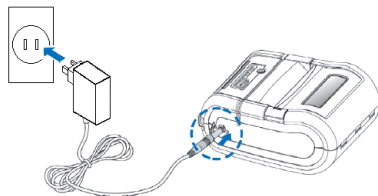

図11
- (1) プリンタの電源をOFFにしてください。
- (2) DCジャックの端子カバーを開けて、AC充電器のプラグをDCジャックに差し込んでください(図11参照)。
- (3) AC充電器をコンセントに差し込んでください。
- (4) AC充電器のLEDで充電状態を確認してください。LEDが赤色の点灯なら充電中、緑色の点灯なら充電完了です(プリンタのLEDには、充電状況を示す機能はありません)。
- (5) バッテリー充電中に異常があると、充電が中止され、AC充電器のLEDが緑色に点滅します。AC充電器をコンセントから外し、再度差し込んでください。充電が完了すれば充電器のLEDが緑色の点灯になります。